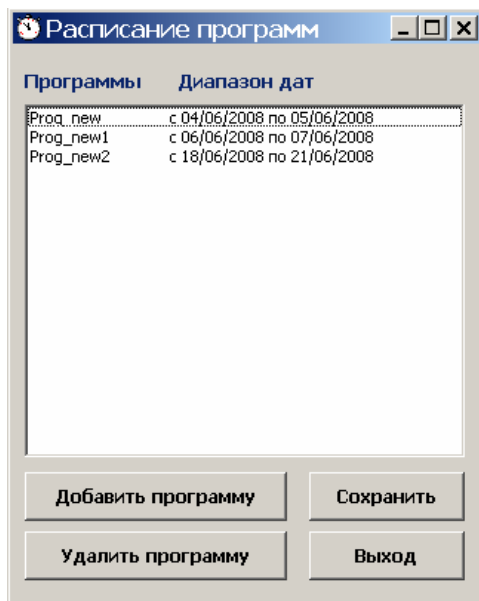
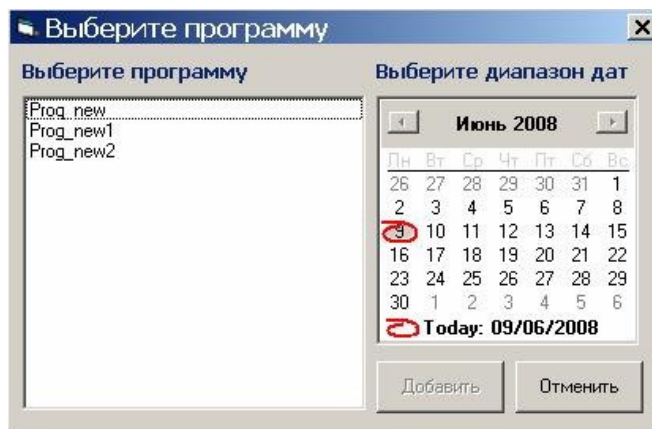

Рис. 7
Рис. 8
Нажмите кнопку **Расписание**. Появится форма изображенная на рис. 7.
Появится форма изображенная на рис. 8.
Выберите программу (программ-лист) из списка, затем в календаре установите диапазон дат, нажмите кнопку **Добавить**. Выбранная программа будет внесена в список рис. 7. После сохранения данная программа будет автоматически загружаться в указанном диапазоне дат.
Выберите пункт меню **Настройка/Зон**. Загрузится форма, изображенная на рис. 7.
- 1) Нажмите кнопку **Имена зон**, (см. рис. 7) . Загрузится форма рис. 8.